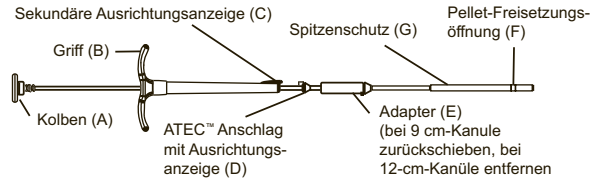

Abbildung 1
- Beim Abgeben der Kissen auf eine korrekte Ausrichtung der Ausrichtungsanzeigen (C & D in Abbildung 1) mit der Probenkerbe achten.
GEBRAUCHSANWEISUNG (siehe Abbildung 1)